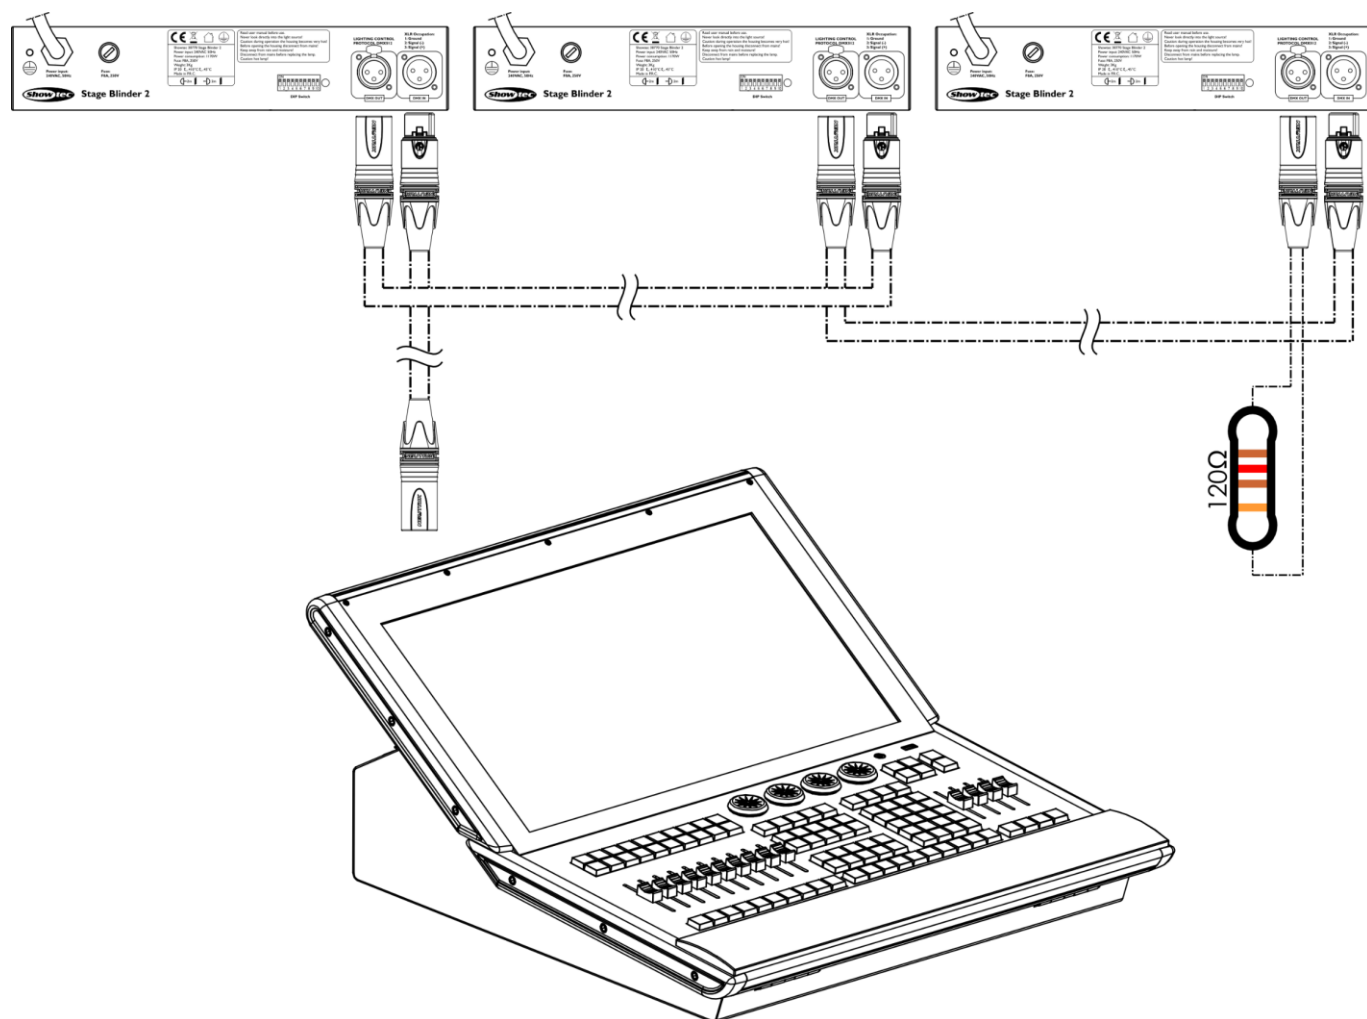

Abb. 07
- 01) Verbinden Sie die Geräte, wie in Abb. 07 dargestellt. Verbinden Sie die DMX-Ausgangsbuchse (OUT) des ersten Geräts über ein DMX-Signalkabel mit der Eingangsbuchse des zweiten Geräts. Wiederholen Sie diesen Vorgang, um das zweite, dritte und vierte Gerät zu verbinden.